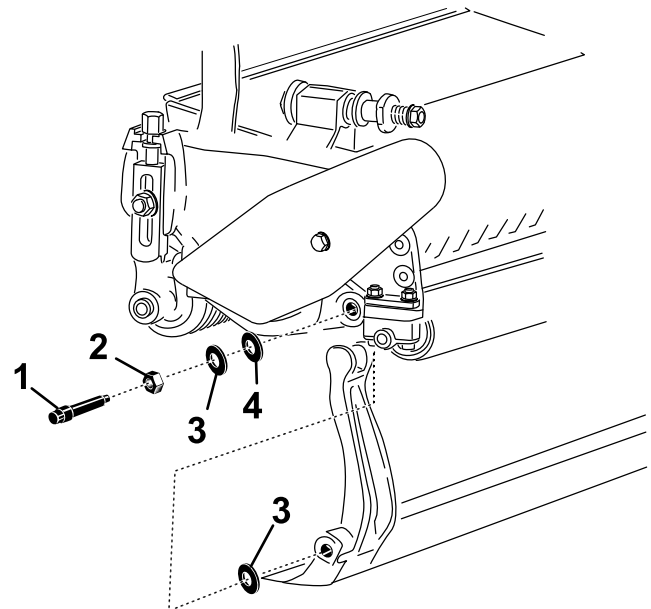

Figura 26
Guarde las 2 arandelas de nylon y la arandela de acero troquelado de cada extremo de la barra de asiento (Figura 26).
- Coloque una arandela de nylon en cada lado del saliente de la chapa lateral. Coloque una arandela de acero por fuera de cada arandela de nylon (Figura 26).